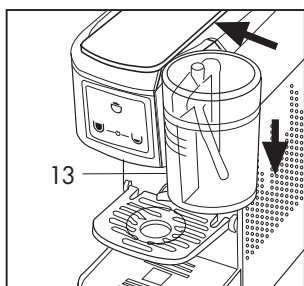

Fig. 19
Posizionare il bicchiere (13) nell'apposita sede sulla macchina spingendolo bene contro e fino in fondo. (Fig. 19)